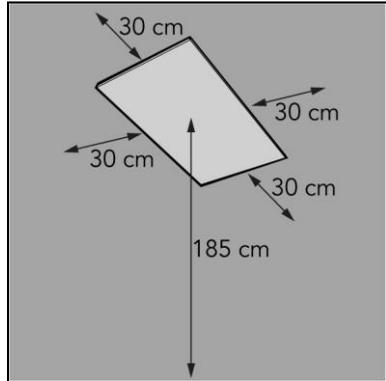

Abbildung 12
2. Platzieren Sie das Gerät mit einem Mindestabstand (Abbildung 12) von: